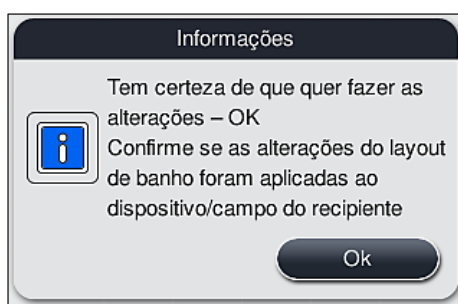
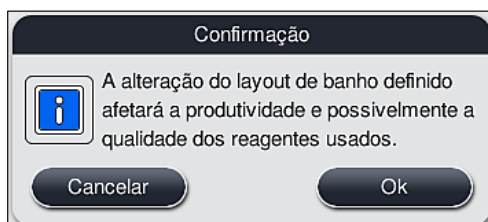

Fig. 62
Fig. 63
2. Observe as mensagens de informações que são exibidas (→ "Fig. 62") (→ "Fig. 63") e confirme-as ou pressione **Cancelar** (→ "Fig. 63") para retornar à visualização do layout de banho.